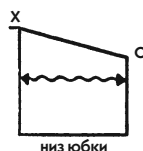

Рис. 264
- От одного края до другого, то есть от точки X к точке O, проведите новую линию через вершины полос. Линия должна быть прямой, как на рис. 264.
те вертикальные линии (до X и до O), отмечающие различную высоту вставки, а затем соедините их наклонной линией (рис. 264).